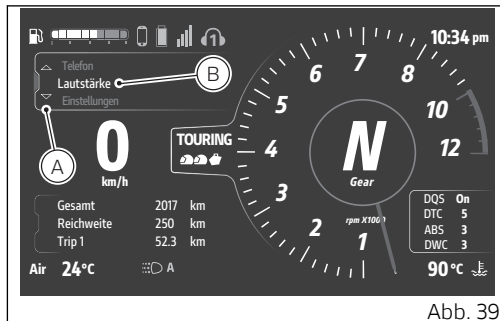

Abb. 39
- Das „Interactive Menu“ (A, Abb. 39) aufrufen. Dazu den Joystick länger anhaltend in die Position ▲ drücken.
- Mit dem Joystick ▲ ▼ die Angabe „Lautstärke“ (B, Abb. 39) markieren, dann auf ENTER drücken.